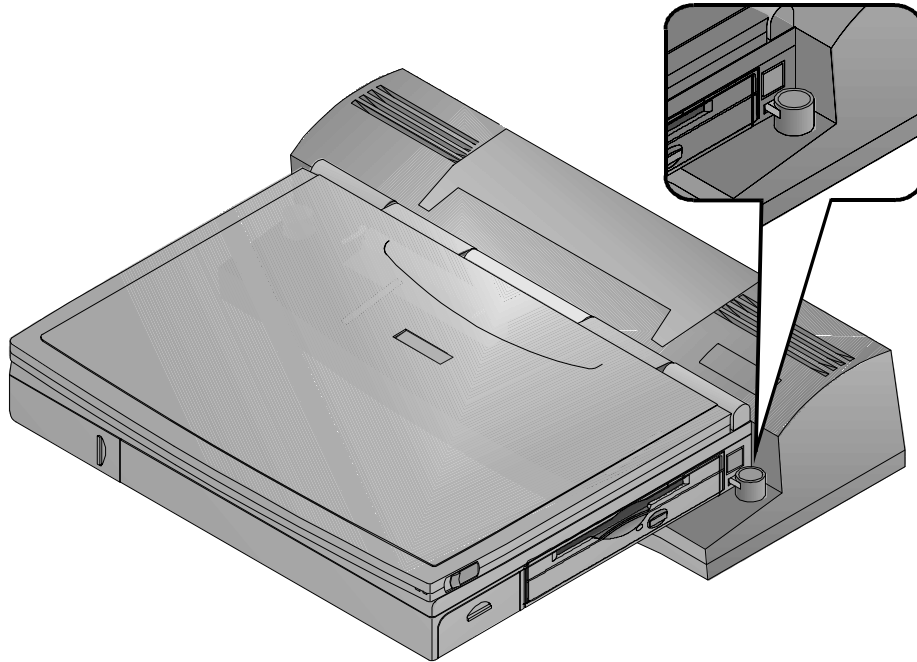

Figure 6-14 : connexion du notebook au réplicateur de port
3. Faites doucement glisser le notebook sur les rails de la plate-forme d'accueil jusqu'à ce que le notebook soit fermement enchâssé dans les deux onglets de connexion (figure 6-14). Ne forcez pas la connexion, au risque de sérieusement endommager le port ou le connecteur. En cas de problème, réaligner les sillons aux rails et essayez à nouveau.